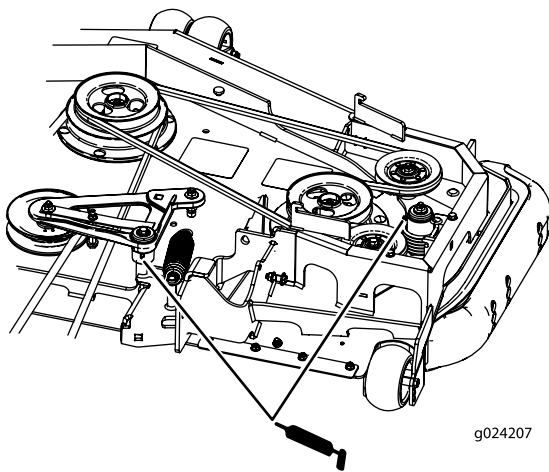

Bild 38
4. Fetten Sie die Spannarme des Mähwerkriemens ein (Bild 38).